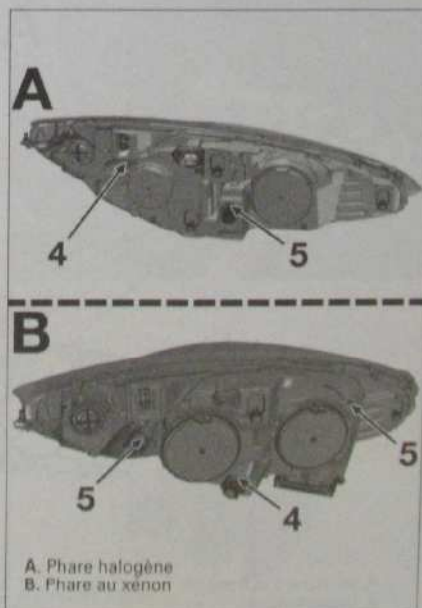

Fig. 91
- Pour le réglage de l'orientation verticale, agir sur la vis de réglage (4) (Fig. 91).
- Pour le réglage de l'orientation horizontale, agir sur la vis de réglage (5).